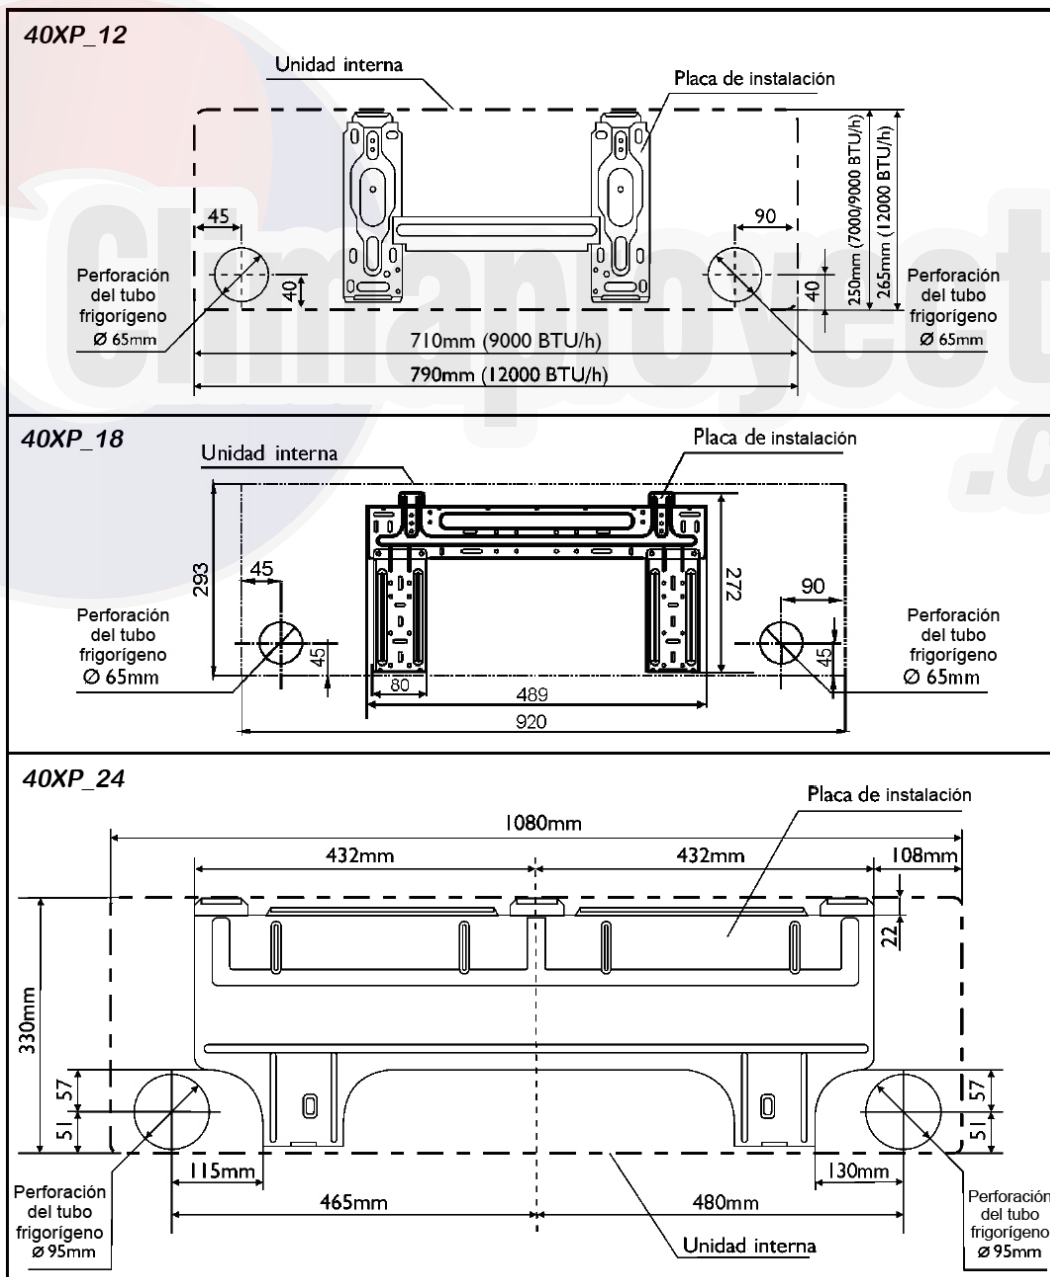

Imagen 13 – Soporte de montaje y dimensiones
- Fije el soporte en la pared con tornillos autoperforantes en las perforaciones cercanas al borde externo del mismo, como se muestra en la Imagen 13 (Coloque los tornillos en todas las perforaciones superiores).
En la Imagen 13, vea las dimensiones de perforación para el drenaje de acuerdo a cada capacidad.